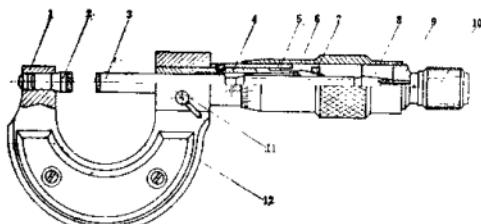

图1—10 0~25毫米外径百分尺
如图1—10所示，尺架1的一端装着固定测砧2，另一端装着测微头。测砧和测量杆的测量面上都镶有硬质合金，以提高测量面的使用寿命。尺架的两侧面覆盖着绝热板12，使用户百分尺时，手拿在绝热板上，防止人体的热量影响百分尺的测量精度。
(1) 百分尺的测微头 图1—10中的3~9是百分尺的测微头部分。固定套筒5用螺钉固定在螺纹轴套4上，而螺纹轴套又与尺架紧紧配合成一体。测微螺杆3的一端是测量杆，中间是精度很高的外螺纹，与螺纹轴套4上的内螺纹精密配合，使外螺纹可以在内螺纹中自如旋转而间隙极小。测微螺杆另一端的外圆锥与接头8的内圆锥相配，并通过顶端的内螺纹与测力装置10连接。当测力装置的外螺纹旋紧在测微螺杆的内螺纹上时，测力装置就通过垫片9紧压接头8，而接头8上开有轴向槽，有一定的胀缩弹性，